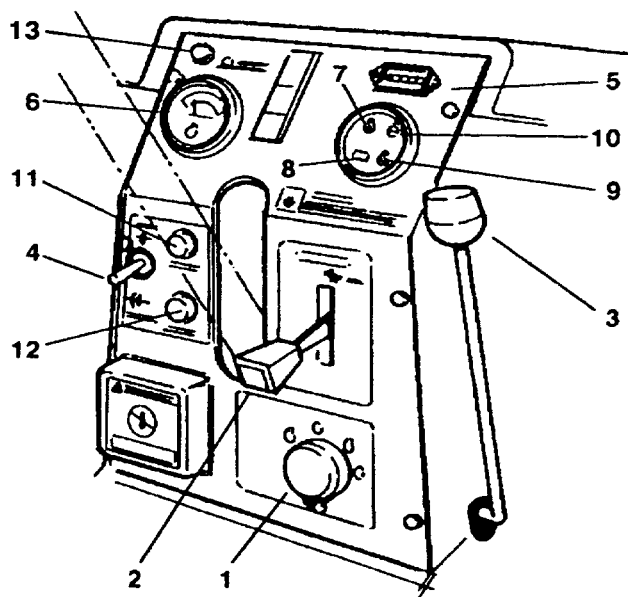

Figure 12 (modèles diesel)
**Modèles diesel** (Fig. 12)—quatre positions: OFF (ARRET), ON (MARCHE), START (DEMARRAGE) et GLOW PLUGS (PRECHAUFFAGE).
**Manette des gaz** (Figures 12 & 13)—sert à varier le régime du moteur. Déplacer la manette vers le haut pour augmenter le régime et vers le bas pour le diminuer. La manette des gaz contrôle la vitesse des lames de coupe et, conjointement avec la pédale de déplacement, la vitesse au sol de la machine. Placer la commande à la
**Levier de relevage des unités de coupe** (Figures 12 & 13)—trois positions: LOWER (ABAISSEMENT), RAISE (RELEVAGE) et NEUTRAL (POINT MORT). Pour abaisser les unités de coupe au sol, déplacer le levier vers l'avant.
(Figures 12 & 13)—deux positions: ENGAGE (ENGAGEMENT) et DISENGAGE (DESENGAGEMENT). Le commutateur à bascule engage l'embrayage électromagnétique pour entraîner les unités de coupe. Un voyant orange s'allume sur le tableau de bord pour indiquer que les cylindres sont en marche. Tirer sur le commutateur pour engager.
**Compteur horaire** (Figures 12 & 13)—indique le total d'heures de fonctionnement du moteur. Il se met en marche dès que la clé de contact est tournée sur "ON".
**Porte-fusibles** (Fig. 12 & 13)—pour remplacer un fusible, tourner le bouton dans le sens contraire des aiguilles d'une montre et retirer le fusible du boîtier. Installer un fusible neuf, remettre le bouton et le tourner dans le sens des aiguilles d'une montre pour le fixer au tableau de bord.
**Modèles diesel: thermomètre** (Fig. 12)—enregistre la température du liquide de refroidissement dans le système.
**Modèles diesel: voyant de pression d'huile** (Fig. 12)—s'allume si la pression d'huile moteur tombe au-dessous de la normale.
**Modèles diesel: voyant de surchauffe (Figure 12)**—s'allume et le moteur s'arrête automatiquement si la température du liquide de refroidissement est trop élevée.
**Modèles diesel: ampèremètre (Fig. 12)**—ce voyant doit être éteint quand le moteur tourne. S'il est allumé, contrôler le système de charge et procéder aux réparations nécessaires le cas échéant.
**Modèles diesel: témoin de préchauffage (Fig. 12)**—s'allume quand les bougies de préchauffage sont activées.
**Frein de stationnement (Figures 12 & 13)**—serrer le frein de stationnement à chaque arrêt du moteur pour éviter tout déplacement fortuit de la machine. Pour serrer le frein de parking, tirer sur le levier.